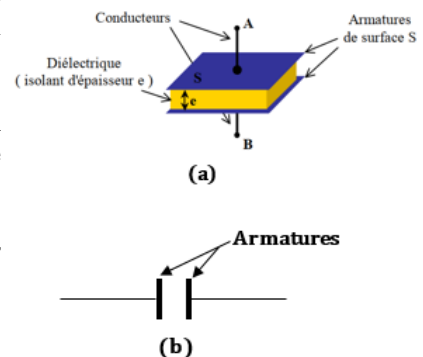

Figure 11.1 : Représentations d'un condensateur plan
- Un **condensateur** est un ensemble de deux surfaces conductrices appelées **armatures**, placées en regard l'une de l'autre et séparées par un milieu isolant appelé **diélectrique**. On définit aussi le **condensateur** comme étant un composant constitué par deux conducteurs parallèles, appelés armatures, séparés par toute l'étendue de leur surface, par un milieu isolant de faible épaisseur, exprimé par sa **rigidité diélectrique** ϵ_r ou **permittivité relative**. (figure 11.1.a)
- La figure 11.1.b ci-contre représente le symbole normalisé d'un condensateur.